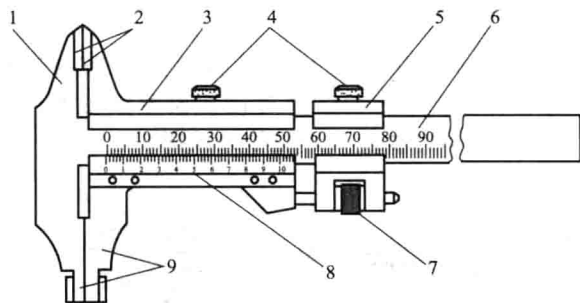
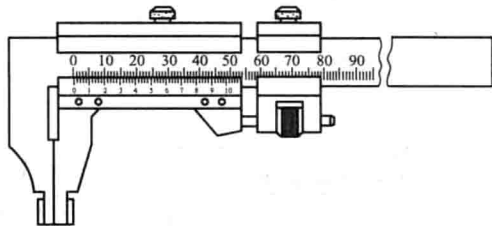
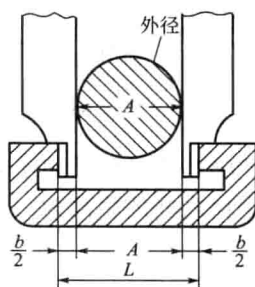

图 2-4 游标卡尺的结构形式之二
图 2-5 游标卡尺的结构形式之三
图 2-12 测量 T 形槽的宽度
(2) 测量范围为 $0\sim 200\text{mm}$ 和 $0\sim 300\text{mm}$ 的游标卡尺，可制成带有内外测量面的下量爪和带有刀口形的上量爪，如图 2-4。
(3) 测量范围为 $0\sim 200\text{mm}$ 和 $0\sim 300\text{mm}$ 的游标卡尺，也可制成只带有内外测量面的下量爪的型式，如图 2-5。而测量范围大于 300mm 的游标卡尺，只制成这种仅带有下量爪。
(2) 具有活动量爪的尺框，如图 2-4 中的 3。尺框上有游标，如图 2-4 中的 8，游标卡尺的游标读数值可制成为 0.1mm 、 0.05mm 和 0.02mm 的 3 种。游标读数值，就是指使用这种游标卡尺测量零件尺寸时，卡尺上能够读出的最小数值。
(4) 测量范围等于和大于 200mm 的游标卡尺，带有随尺框作微动调整的微动装置，如图 2-4 中的 5。使用时，先用紧固螺钉 4 把微动装置 5 固定在尺身上，再转动微动螺母 7，
(5) 用下量爪的外测量面测量内尺寸时,如用图 2-4 和图 2-5 所示的两种游标卡尺测量内尺寸,在读取测量结果时,一定要把量爪的厚度加上。即游标卡尺上的读数,加上量爪的厚度,才是被测零件的内尺寸,见图 2-12。测量范围在 500mm 以下的游标卡尺,量爪厚度一般为 10mm。但当量爪磨损和修理后,量爪厚度就要小于 10mm,读数时这个修正值也要考虑进去。
用游标卡尺测量 T 形槽的宽度,如图 2-12 所示。测量时将量爪外缘端面的小平面,贴在零件凹槽的平面上,并放正两量爪的位置(可以轻轻地摆动一个量爪,找到槽宽的垂直位置),用固定螺钉把微动装置固定,转动调节螺母,使量爪的外测量面轻轻地与 T 形槽表面接触,读出游标卡尺的读数,图 2-12 中用 A 表示。但由于它是用量爪的外测量面测量内尺寸的,卡尺上所读出的读数 A 是量爪内测量面之间的距离,因此必须加上两个量爪的宽度 b ,才是 T 形槽的宽度。所以, T 形槽的宽度 $L = A + b$ 。